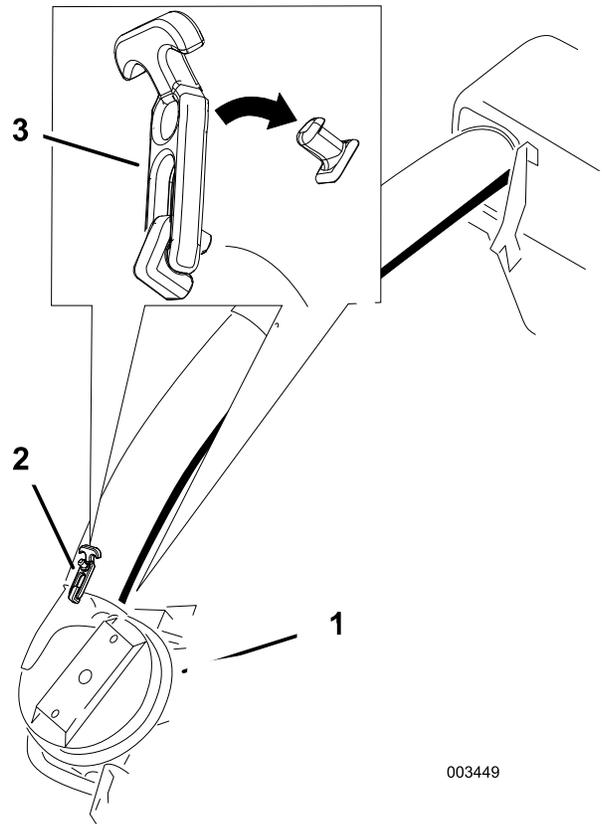

Figura 51
8. Deslice el tubo inferior sobre la carcasa del soplador y sujete ambas piezas con los cierres (Figura 51).